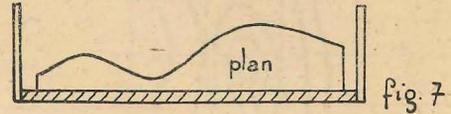

fig. 7
a) Tout autour du socle de bois, visser un encadrement de planchettes dont la hauteur sera supérieure de 4 à 5 cm. à la plus grande hauteur du plan (fig. 7)